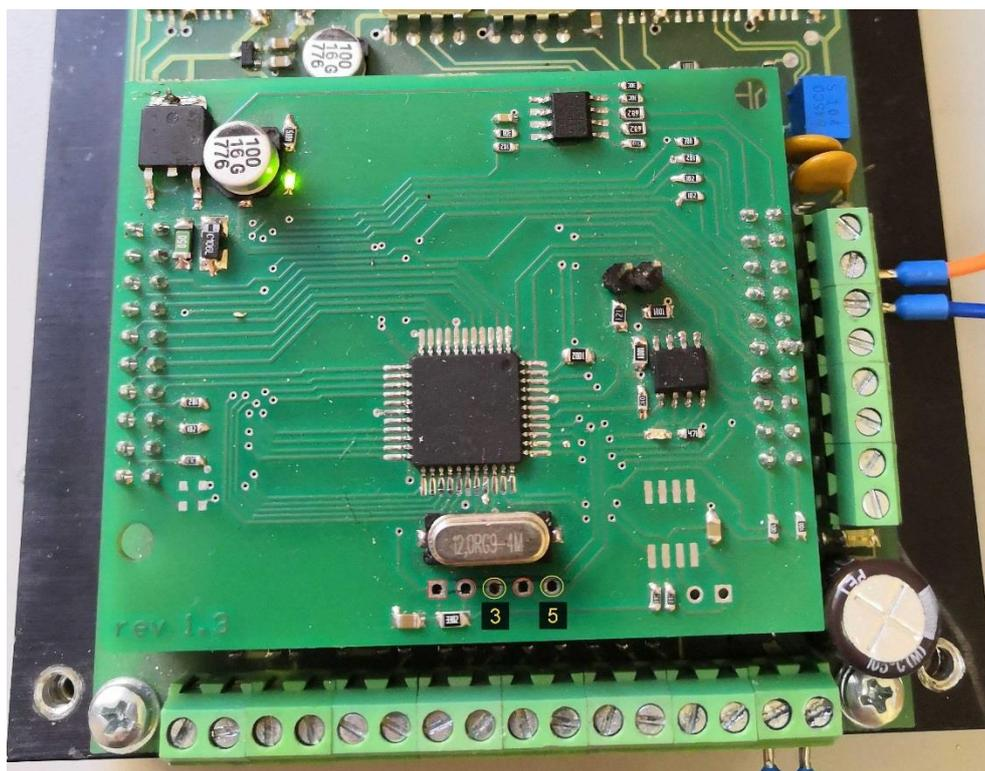

Рис. 41 – Разъем программирования на плате
7. Замкнуть 3 и 5 контакты разъема программирования (Рис. 41)